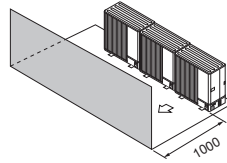

Fig. 2-14
- (3) Obstrucții sau suprafață închisă numai în față (Fig. 2-14)